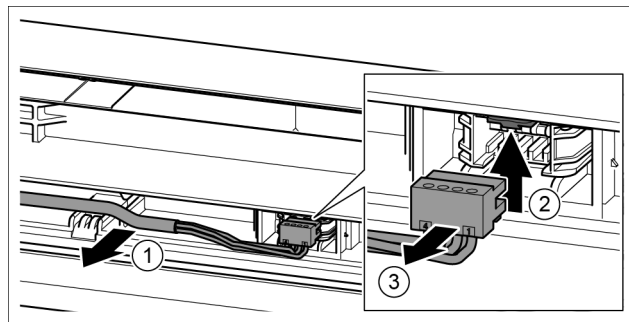

Fig. 19
- ▶ Grijs kabel voorzichtig uit de geleiding in de deur losmaken. Fig. 19 (1)
- ▶ Las naar boven duwen. Fig. 19 (2)
- ▶ Stekker voorzichtig eruit trekken. Fig. 19 (3)